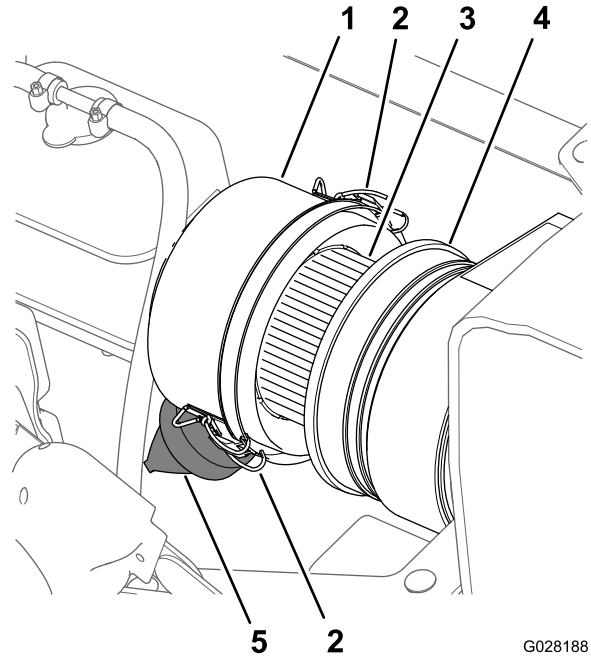
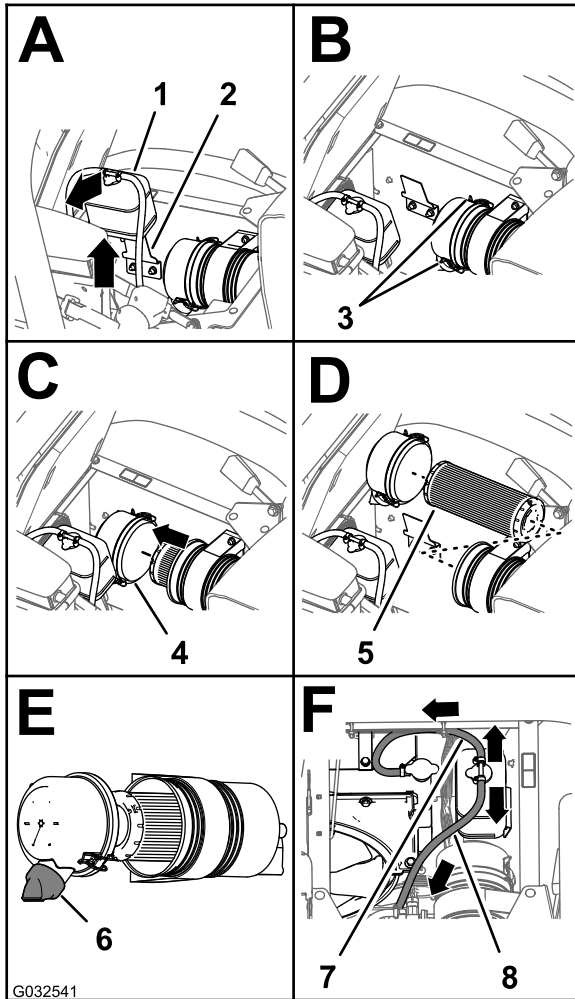

图 68
图 69
3. 清洁防尘盖和空气滤清器壳体图 68。
4. 检查空气滤清器壳体是否存在可能导致空气泄漏的损坏图 68。
5. 挤压防尘阀清除污物、灰尘和杂物(图 68)。
7. 检查空气滤清器滤芯是否积聚了过多灰尘、污物和杂物图 68。
8. 将防尘盖安装到空气滤清器壳体上使用 2 个搭扣固定防尘盖图 68。
2. 清洁防尘盖和空气滤清器壳体图 68。
3. 向上提起冷却液溢流罐并将其移离溢流罐支撑架图 69。
4. 松开将防尘盖固定至空气滤清器壳体的 2 个搭扣图 69。
6. 用湿抹布将防尘盖、空气滤清器壳体和防尘阀内部擦拭干净图 68 和图 69。
7. 将空气滤清器滤芯插入空气滤清器的壳体图 69。
8. 将防尘盖安装到空气滤清器壳体上使用 2 个搭扣固定防尘盖图 69。
注意 确保从尾端看时防尘阀在 57 点钟位置是对齐的图 69。
9. 将冷却液溢流罐与溢流罐支撑架对齐稳固放置溢流罐图 69。
重要事项 确保压力释放软管向前下方伸出溢流罐通风软管向后方伸出如图 69 所示。